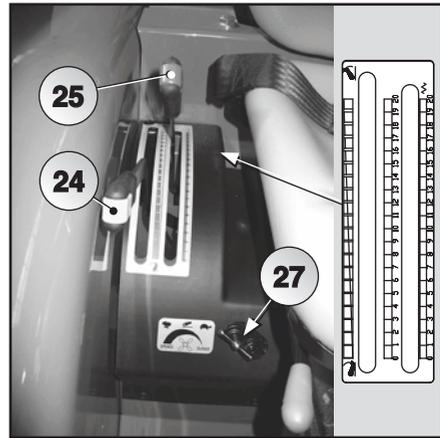

Fig. 5.60
Les leviers (24) et (25) sont situés sur la droite par rapport au poste de conduite, à côté du siège (Fig.5.60).